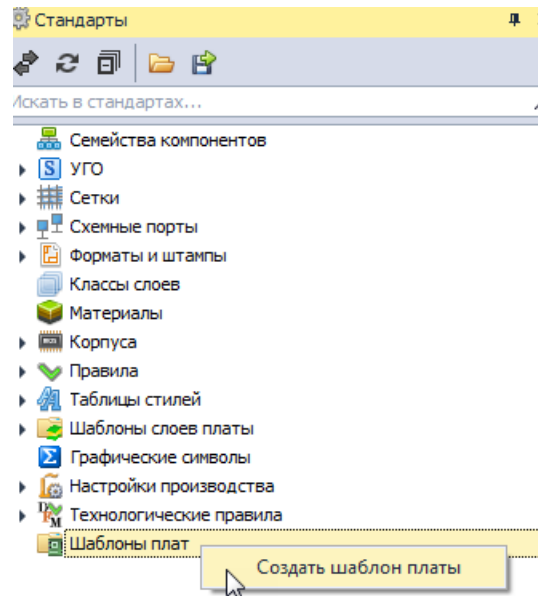

Рис. 132 Создание шаблона платы
2. Вызовите контекстное меню и выберите пункт «Создать шаблон платы», Рис. 132.